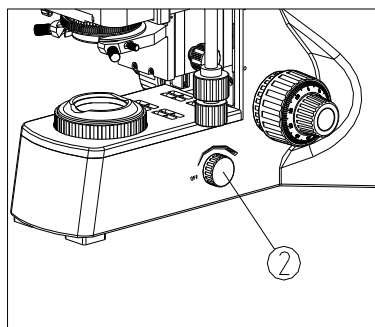

图 19
- (3) 使用反射照明时，顺时针转动调光手轮②，听到“嘀嗒”声，将上照明灯源开启，然后调节调光手轮②，将照明亮度调到观察舒适为止。（如图 19）